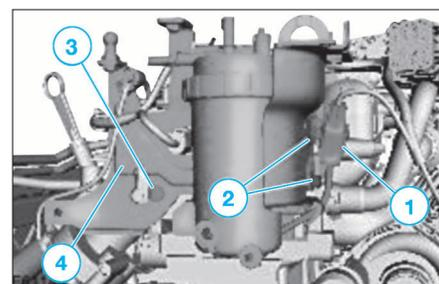

FIG. 11
- Débrancher le connecteur électrique (1) de la sonde de température de culasse puis le détacher de l'oeillet de levage de moteur. (Fig.11).
- Déposer l'oeillet de levage de moteur (2).
- Desserrer la vis de fixation (3) puis déposer le support de filtre à carburant (4).